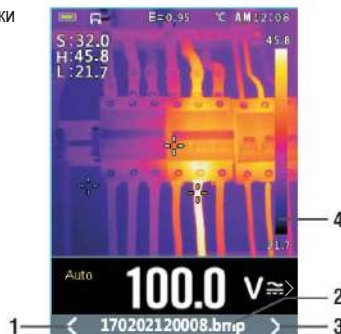

Рис. 139
• В меню записи нажмите кнопку ▲ или ▼, чтобы выбрать пункт Delete all Recordings (удалить все записи) (рис.139). Нажмите кнопку ▶, отображается диалоговое окно удаления данных. В окне выберите «Yes» (да) или «No» (нет).